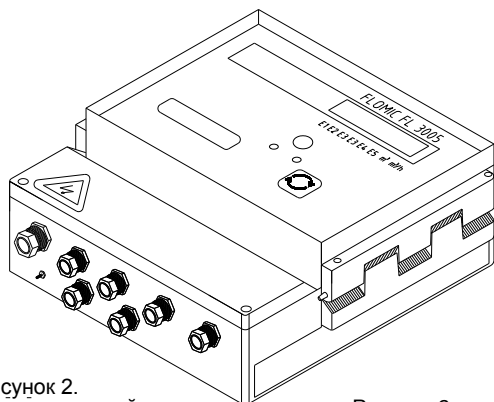

Рисунок 2.
- 1 шт. Электронный блок (модель UP 8.00, см. рис. 2),